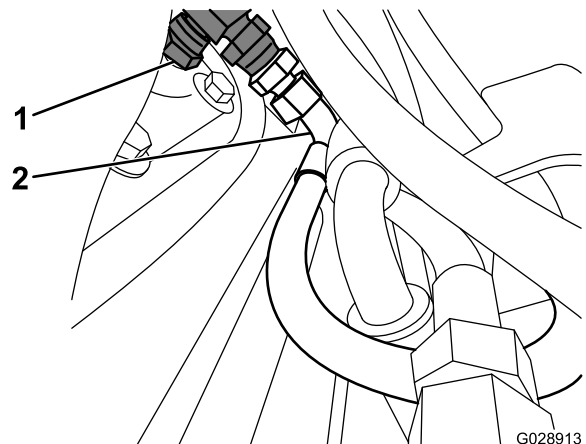

図 2
- ステップ 5 で外した 1/4 インチのアダプタとホースを 1/4 インチのティーの後部に接続する (図 2)。